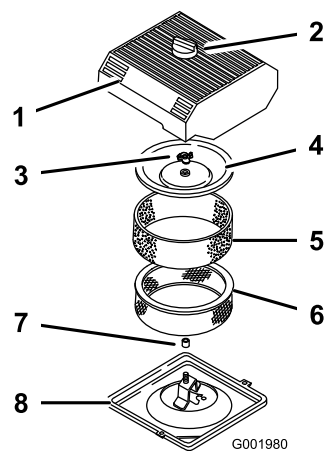

Figura 39
3. Pulite intorno al filtro dell'aria per evitare che la morchia possa penetrare nel motore provocando gravi danni (Figura 39).
4. Svitare la manopola sul coperchio del filtro dell'aria e togliete il coperchio (Figura 39).
5. Togliere con cautela l'elemento in schiuma sintetica dall'elemento di carta (Figura 39).
6. Svitare il dado del coperchio e togliete sia il coperchio che l'elemento di carta (Figura 39).
1. Infilate con cautela l'elemento in schiuma sintetica sopra l'elemento di carta del filtro dell'aria (Figura 39).
3. Avvitare a fondo, manualmente, il dado contro il coperchio (Figura 39).
4. Montate il coperchio del filtro dell'aria e la manopola (Figura 39).